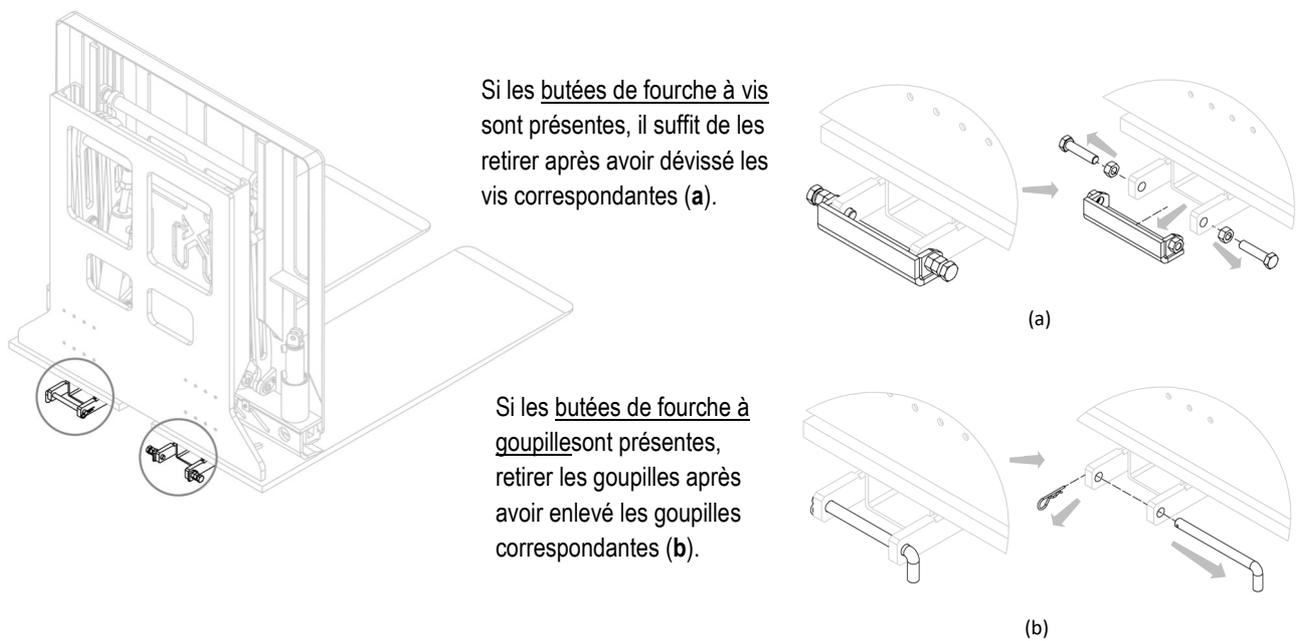

Figure 5
4. Retirer les butées de fourche de l'équipement (voir Figure 5).
2. Retirer les butées de fourche (voir *Figure 5* à la page 14).